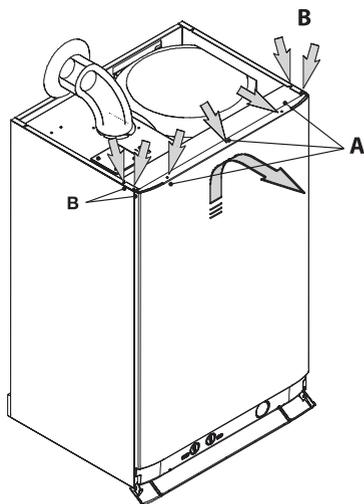

Рисунок 9.1
- Открутите винты «А». Снимите переднюю панель, подтолкнув ее вверх, чтобы высвободить из нижних крючков (Рисунок 9.1).